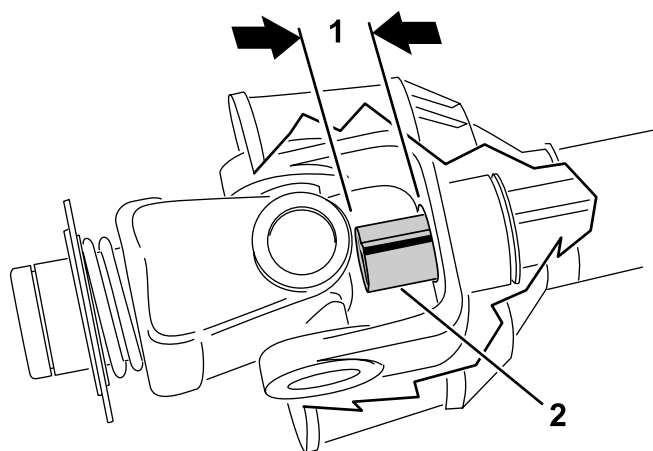

Рисунок 16
9. Полностью сдвиньте вместе трубы ВОМ. Проверьте, не выступает ли **внутренняя** труба в секцию крестовины и подшипника наружной трубы (Рисунок 16). Если выступает, необходимо отрезать **излишек** от внутренней трубы – перейдите к следующему пункту.
10. Измерьте расстояние, на которое внутренняя труба выступает в секцию крестовины и подшипника наружной трубы (Рисунок 16). Добавьте это расстояние к размеру, полученному на этапе 8.